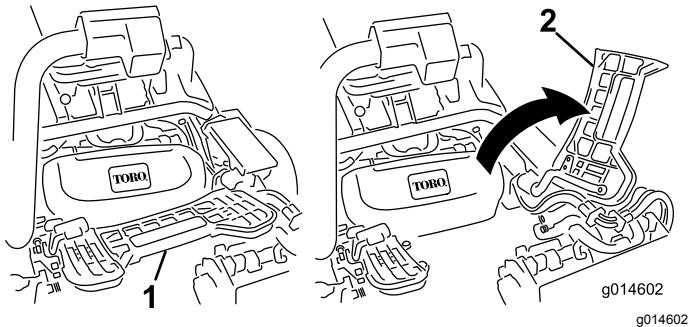

図 44
2. フットレストを跳ね上げて開き、中央カッティングユニット取り付け位置へのアクセスを確保する図44。